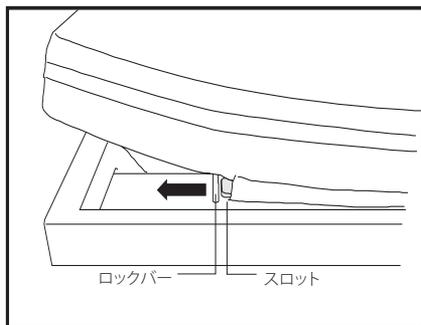

図 4
4. (図 4) に示すとおり、ロックバーのもう一方の先端をヘッドフレームの頭部先端にある別の穴にします。